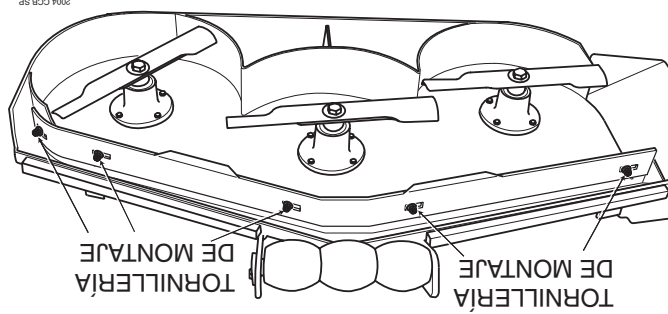

Figura 6-7. Deflector de corte personalizado
2. Quite los accesorios que aseguran el deflector de corte personalizado a la plataforma de corte. (Vea la Figura 6.7)